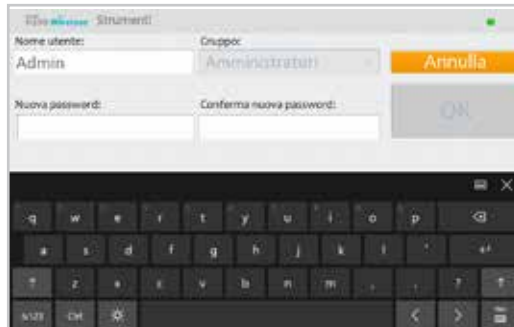

Figura 8-43 - Finestra di modifica della password utente
2. Premere Modif. passw. Si apre la finestra per modificare la password dell'utente (Figura 8-43).